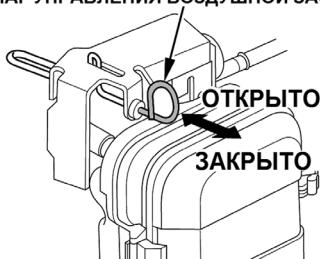

Рис. 10 Рычаг управления воздушной заслонкой карбюратора
- Закройте воздушную заслонку карбюратора Рис. 10.